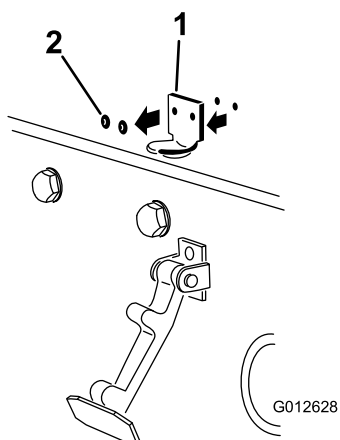

Figure 32
2. Retirez les rivets (2) qui fixent le support de loquet au capot (Figure 32). Enlevez le support de loquet du capot.